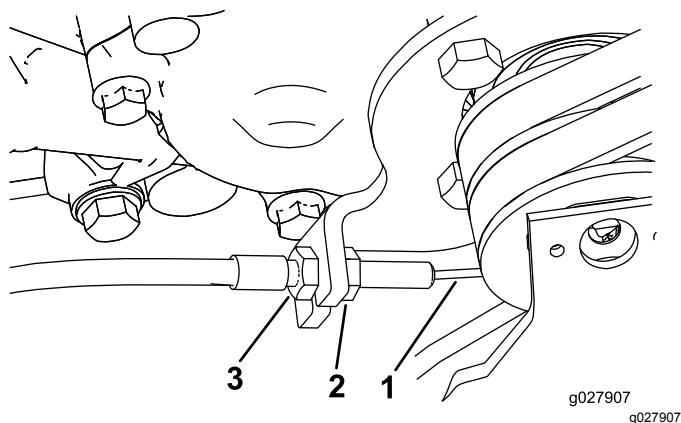

Figura 49
3. Para aumentar a tensão do cabo, desaperte a porca de bloqueio do cabo dianteira e aperte a porca de bloqueio do cabo traseira (Figura 49) até que seja obtida uma força de 8 a 9 N m, de maneira a que se possa engatar o controlo de tração.